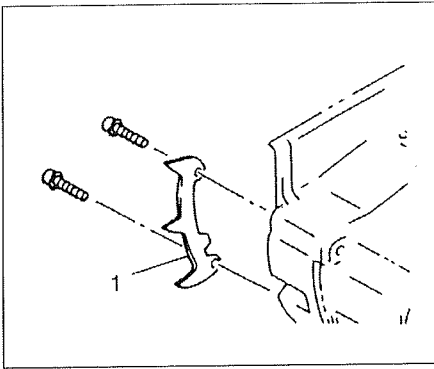
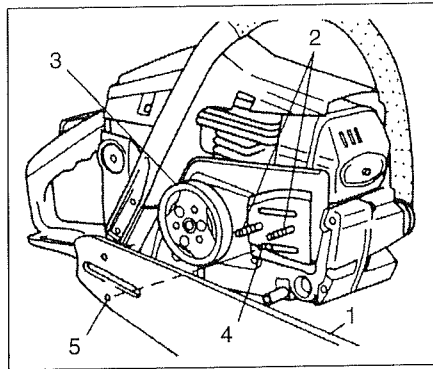

Fig.1-0
Fig.1-1
* Install the provided spiked bumper (1) to the unit with the two screws. (Fig. 1-0)
1. Remove the side case by unscrewing two guide bar clamp nuts, and install the guide bar (1) onto the bolts (2), then push it toward the sprocket (3) as far as it will go. Make sure that the boss of chain tension adjust bolt (4) fits into the hole of the bar (5). (Fig. 1-1)
* Installer sur la machine la griffe d'abattage (1) fournie à l'aide de deux vis. (Fig. 1-0)
1. Retirer le carter latéral en desserrant les écrous de serrage du guide-chaîne et placer le guide-chaîne (1) sur les boulons (2), puis le pousser vers le pignon (3) le plus à fond possible. S'assurer que l'ergot situé sur l'écrou de la vis de réglage de tension de la chaîne (4) puisse s'adapter parfaitement dans le trou (5) prévu à cet effet dans le guide-chaîne (Fig. 1-1).
* Installare il paraurti a denti in dotazione (1) all'attrezzo con le due viti. (Fig. 1-0)
1. Togliere la scocca laterale svitando i due dadi di fissaggio della lama catena e installare la lama catena (1) sui bulloni (2), quindi spingerla per quanto possibile verso la pignone (3). Accertarsi che il perno del bullone di regolazione dei tendicatena (4) sia inserito adeguatamente nel foro della lama (5). (Fig. 1-1)
* Die mitgelieferte Anschlagsspitze (1) mit den beiden Schrauben an die Säge montieren. (Fig. 1-0)
1. Das Seitengehäuse durch Abschrauben der beiden Schienen-Befestigungsmuttern losmachen und abnehmen, um die Sägeschiene (1) dann auf die Bolzen (2) zu setzen und bis zum Anschlag in Richtung Kettenrad (3) drücken. Den Zapfen (4) des Kettenspanners in die runde Bohrung (5) der Schiene einführen. (Fig. 1-1)
* Instale la defensa de escarpia equipada (1) a la unidad con 2 tornillos (Fig. 1-0).
1. Desmonte la caja lateral alojando las 2 tuercas de fijación de la barra de guía e instale la barra de guía (1) en el tormillo (2), luego, lo empuje hacia la rueda dentada lo más lejos posible. (3).
Accertarsi che la borchia del bullone di regolazione del tendicatena (4) sia inserita adeguatamente nel foro della lama (5). (Fig. 1-1)
* Montera det medföljande, pliggförsedda barkstödet (1) på enheten med de två skruvarna. (Fig. 1-0)
1. Demontera sidokåpan genom att skruva ut två av svärdsbultarnas muttrar och montera svärd (1) på bultarna (2), och tryck sedan svärd mot drevet (3) så långt det går. Kontrollera att tappen för kedjespännarens justeringsbult (4) passas in i hålet i svärdet (5). (Fig. 1-1)